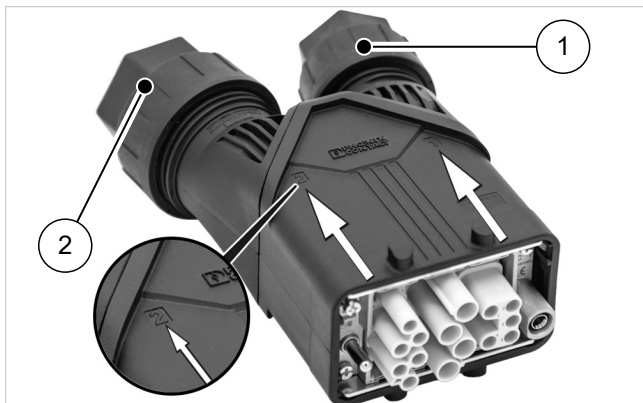

Abb. 22: Stecker und Kabelverschraubungen - Zuordnung beachten
2. Zuleitung in ausreichender Länge abisolieren, in das Steckergehäuse einführen (für die Zuordnung siehe → Abb. 22) und die jeweilige Verschraubung handfest zuschrauben. Um Dichtigkeit und Zugentlastung zu gewährleisten, müssen die Verschraubungen den Mantel der jeweiligen Zuleitung erfassen.